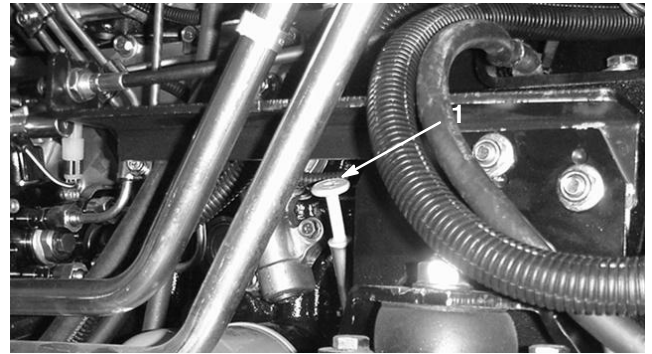
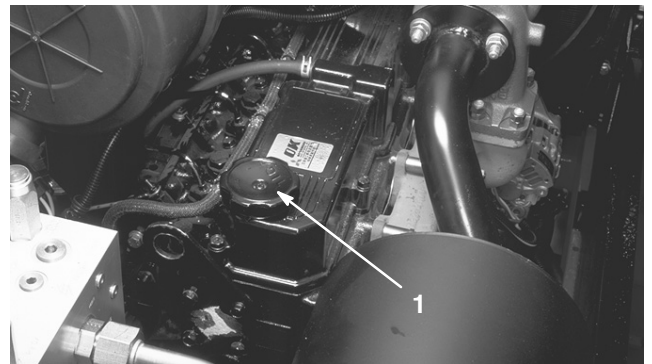
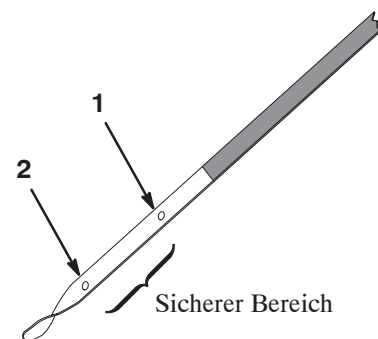

Bild 34
Bild 35
Bild 36
2. Nehmen Sie den Ölpeilstab heraus, wischen Sie ihn mit einem sauberen Lappen ab (Bild 34) und stecken Sie ihn in das Rohr. Nehmen Sie den Ölpeilstab aus dem Rohr heraus und prüfen Sie den Ölstand. Der Stand sollte zwischen den unteren und oberen Löchern am Ölpeilstab liegen (Bild 36).
3. Wenn der Ölstand niedrig ist, nehmen Sie den Ölfülldeckel ab (Bild 35). Füllen Sie das entsprechende Öl ein, bis der Stand zwischen den unteren und oberen Löchern am Ölpeilstab liegt (Bild 36). **Füllen Sie nicht zu viel Öl ein.**